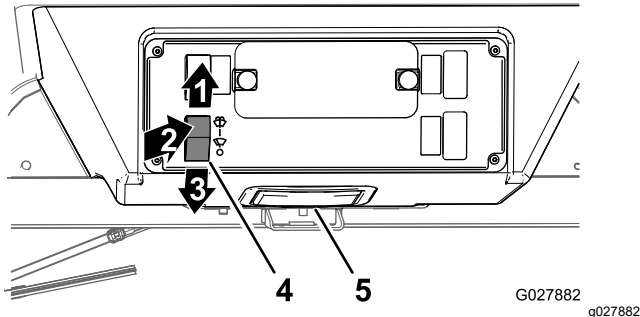

Bild 51
- Drücken Sie den Scheibenwischer-/Scheibenwaschanlagenschalter nach oben, um die Scheibenwischer einzuschalten (**Bild 51**).
- Drücken Sie den Scheibenwischer-/Scheibenwaschanlagenschalter nach unten, um die Scheibenwischer auszuschalten (**Bild 51**).
- Betätigen Sie kurz die obere Hälfte des Scheibenwischer-/Scheibenwaschanlagenschalters, um Flüssigkeit der Scheibenwaschanlage auf die Windschutzscheibe zu sprühen (**Bild 51**).